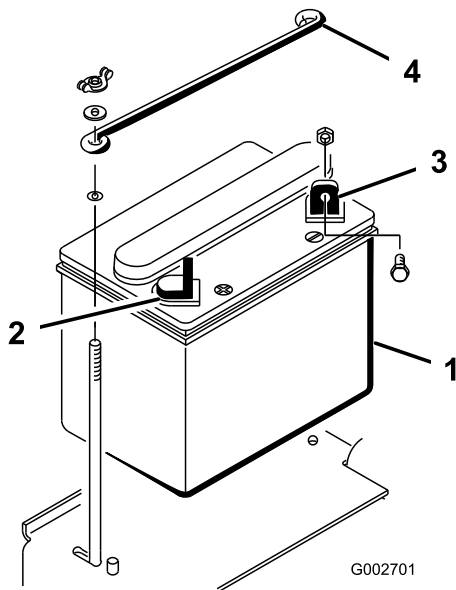

Bild 6
- Setzen Sie die Batterie ein. Die Minusklemme befindet sich hinten an der Maschine (Bild 6).